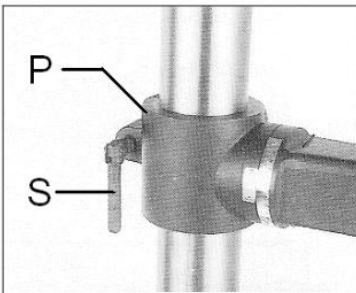

Fig 3
Den Klemmgriff (Siehe, Fig 3) in den Säulenflansch (P) einschrauben.
Den Arbeitstisch (H, Fig 3) montieren.
Den Klemmhebel (G, Fig 3) einschrauben.